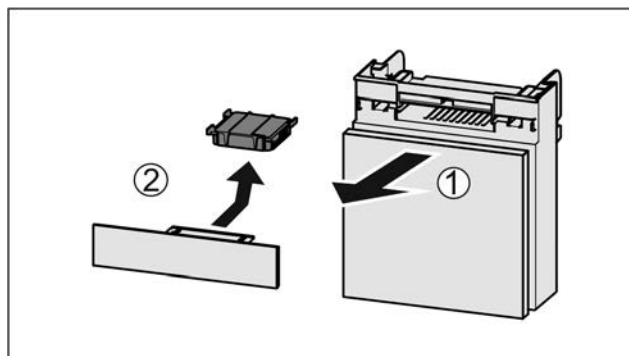

Fig. 61
- Вытянуть Fig. 61 (1) отделение движением вперед.
- Извлечение Fig. 61 (2) фильтра с активированным углем.